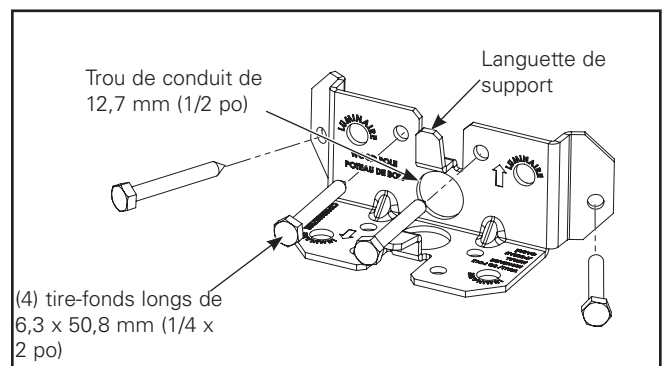

Figure 3.
- **Montage sur poteau de bois :** Placez le support de fixation (montage sur poteau de bois) de façon à ce que la face soit contre le poteau. La flèche du support de fixation doit pointer vers le haut. (Figure 3.)
3. Utilisez la douille de 11,1 mm (7/16 po) pour insérer les quatre (4) tire-fonds (fournis) aux endroits indiqués. Serrez les boulons à un couple d'environ 8 à 11 Nm (6 à 8 pi-lb).